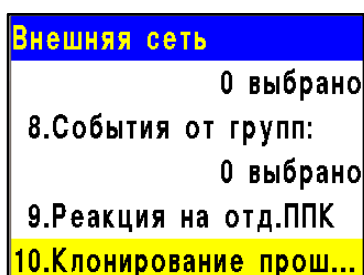

Рисунок 21 - Подменю “Внешняя сеть” ППК
- 2.3.3. Выбрать пункт **10.Клонирование прошивки**. Нажать кнопку **Ок** (рисунок 21).